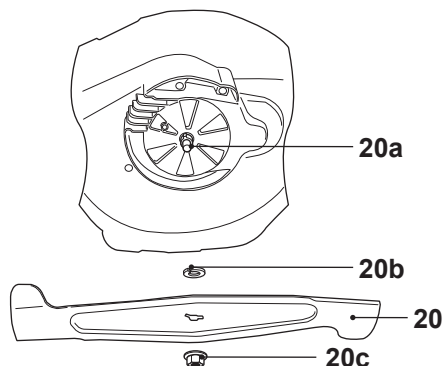

Fig. 22
- > Gardez le dessous du boîtier et le dispositif de coupe (20) propre et sans débris. Enlevez toute l'herbe coupée de la goulotte d'évacuation (21).
- > Afin que l'appareil fonctionne au mieux de ses capacités, la lame (20) doit rester bien aiguisée en permanence. Remplacez le dispositif de coupe s'il est usé ou endommagé, avec un dispositif de coupe neuf de même type ou faites-le aiguiser par un spécialiste qualifié.
- > Desserrez l'écrou hexagonal (20c) en le tournant dans le sens contraire des aiguilles d'une montre avec une clé adaptée et enlevez-le avec le dispositif de coupe (20) et la bague (20b) (Fig. 22).